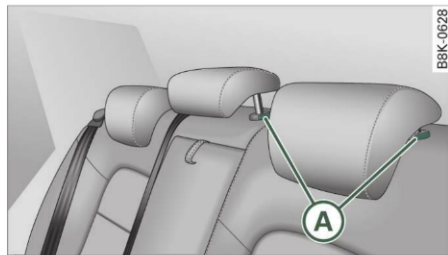

Fig. 60 Scaunele spate: tetierele
- Pentru a regla tetiera în jos, apăsați tasta (A) ⇒ fig. 60 și împingeți tetiera în jos.